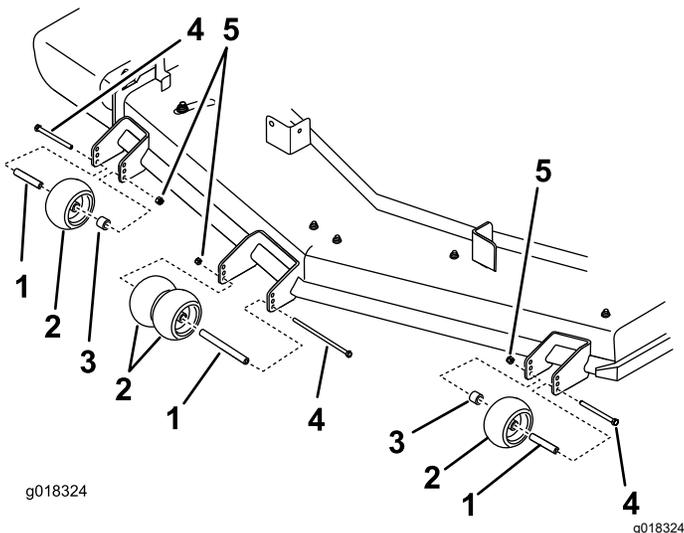

Figure 21
- Veillez à monter les entretoises et les bagues (Figure 21).